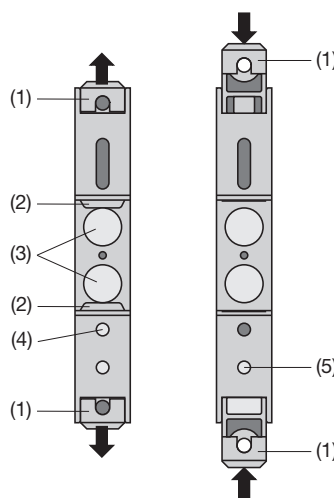

Fig. 6. Fond de l'appareil.
Tirer en dehors les languettes de fixation (1) en enfonçant en même temps le bouton de verrouillage (4) (voir Fig. 6 à gauche). Pour rentrer si nécessaire les languettes de fixation, il faut enfoncer le bouton de verrouillage (5) et en même temps glisser les languettes de fixation (1) dans la base du boîtier (voir Fig. 6 à droite).